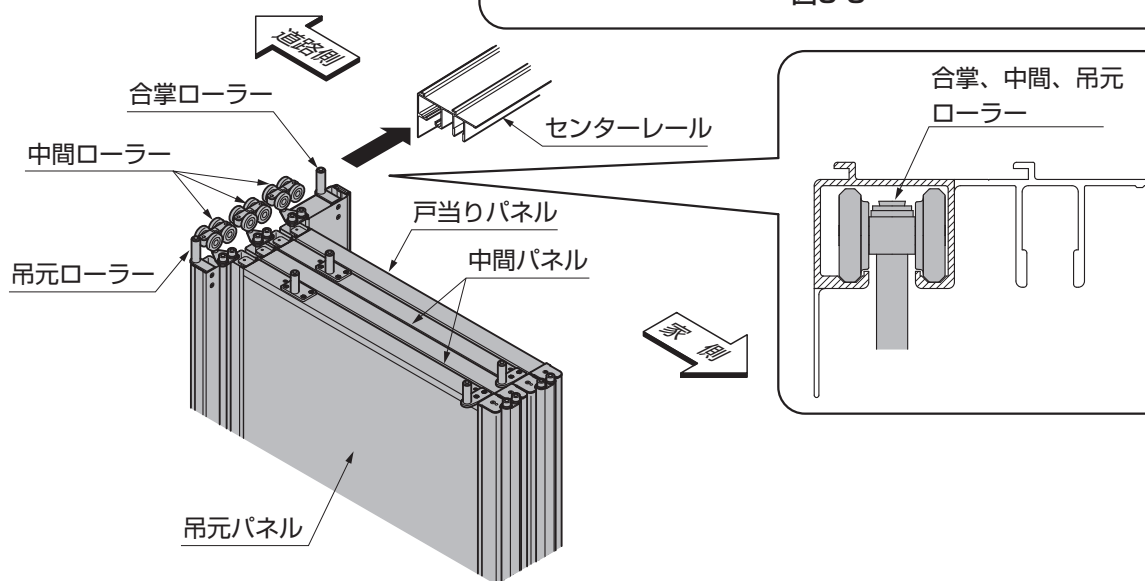

図9-10
② 合掌ローラー、中間ローラー、吊元ローラーの順にセンターレールに通してパネルを吊下げ、下ローラーを仮調整してください。(図9-6、図9-10参照)